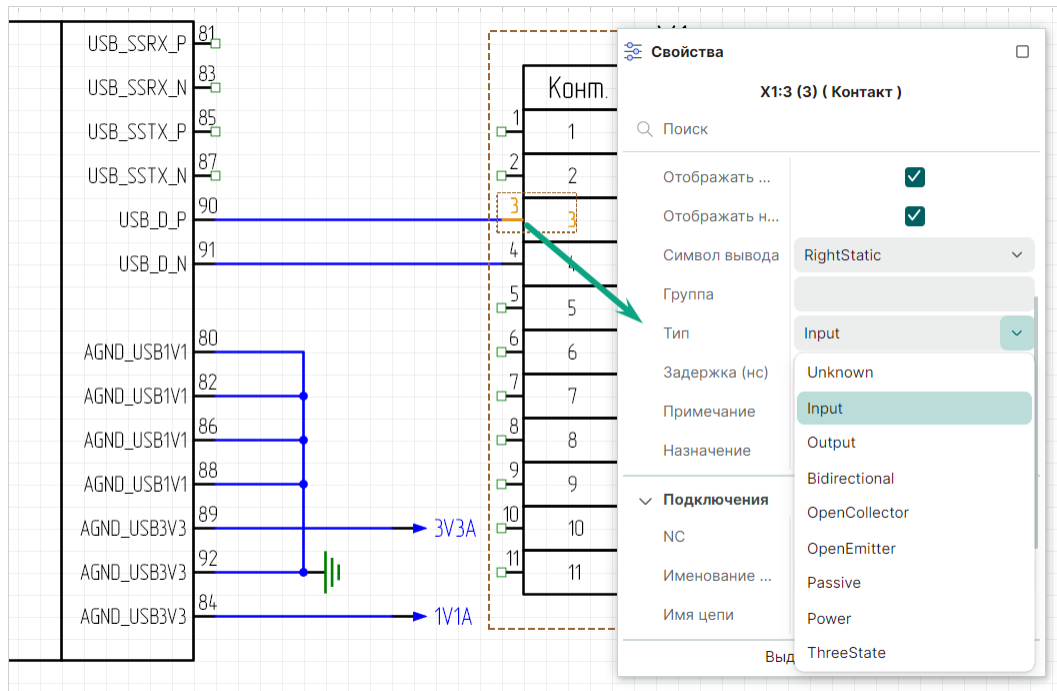

Рис. 137 Определение типа контакта элемента дифференциальной цепи
4. В окне «Свойства» → «Вывод» → «Тип» выберите тип контакта Input, см. Рис. 137.